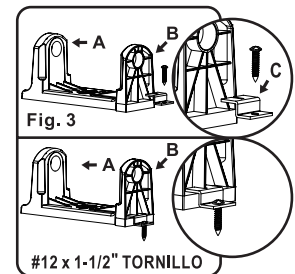

Fig. 3
Atención! Al utilizar el corchete para montaje en techo o de la Pared - Lucha Contra el Estropear Apoyo Clip (C) debe estar instalado. Instalar Contra el Estropear Apoyo Clip (C) como se muestra en la Fig 3. Tornillo (#12 x 1-1/2") se suministra para la instalación.